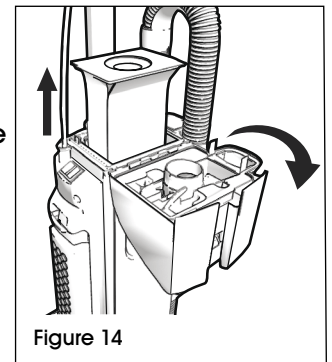

Figure 14
2. Tirez le sac à poussière directement vers le haut pour le retirer. Insérez un nouveau sac et fermez le couvercle, en veillant à ce que le loquet s'enclenche dans la poignée. (Voir Figure 14)